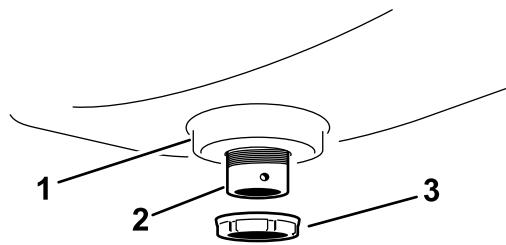

Figura 8
- Sujete el pasamuros al depósito de enjuague con una tuerca de plástico con arandela prensada (Figura 8).